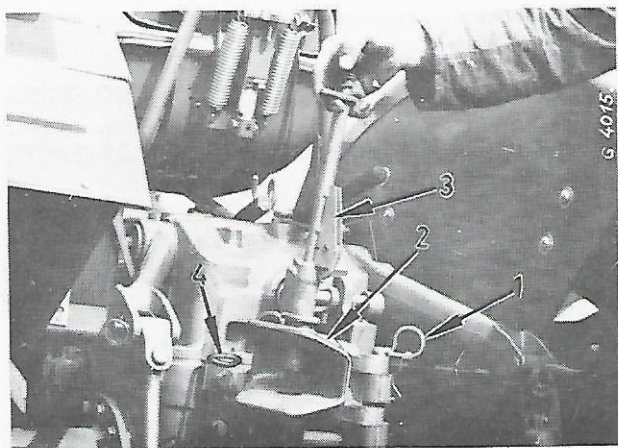

Fig. 27
Si un équipement doit être adapté au système de commande de relevage, retirez l'axe de montage (1, fig. 27) et déportez l'attelage arrière (2) vers la gauche, puis fixez-le avec le support (4).